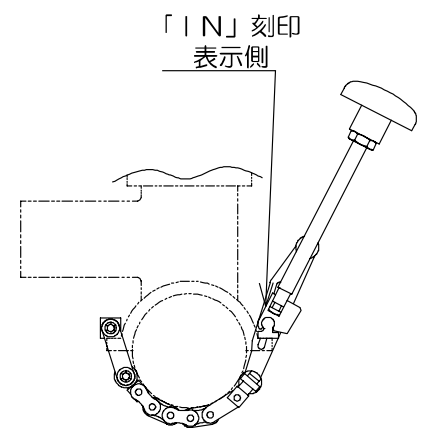

図2
- ④ 継手の分岐方向に注意し、管の切削面に継手を当てて下さい。
- ⑤ 「締め付けノブ」を左へ回して「サドル押え部」を開放し、取付方向に注意して管及び継手にセットし、「締め付けノブ」を右へ回して強く締め付けてクランプして下さい。取付方向(クランプの裏表)を逆に付けると融着不良となる恐れがあります。(図2)
- ⑥ 管と継手が正しく密着し、確実にクランプされていることを確認してから融着作業を開始して下さい。
- ⑦ 融着終了後、所定の冷却時間が経過したら、チェーンクランプを開放し取り外して下さい。